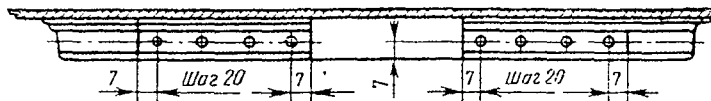

Рис. 2.25. Установка накладки при повреждении стрингера:
в) изготовьте накладку согласно рис. 2.25. Нанесите на внутреннюю и наружную стороны наклейки грунт ФЛ-086 или АК-069;
д) приклепайте накладку (рис. 2.25). Во избежание волнистости проложите прокладку между нервюрой (стрингером) и накладкой. Толщина прокладки должна быть равна толщине обшивки панели;
3. При наличии большого количества трещин участок обшивки между диафрагмами вырежьте и установите накладку из материала марки Д16А-Т л 0,8 (см. рис. 2.25).